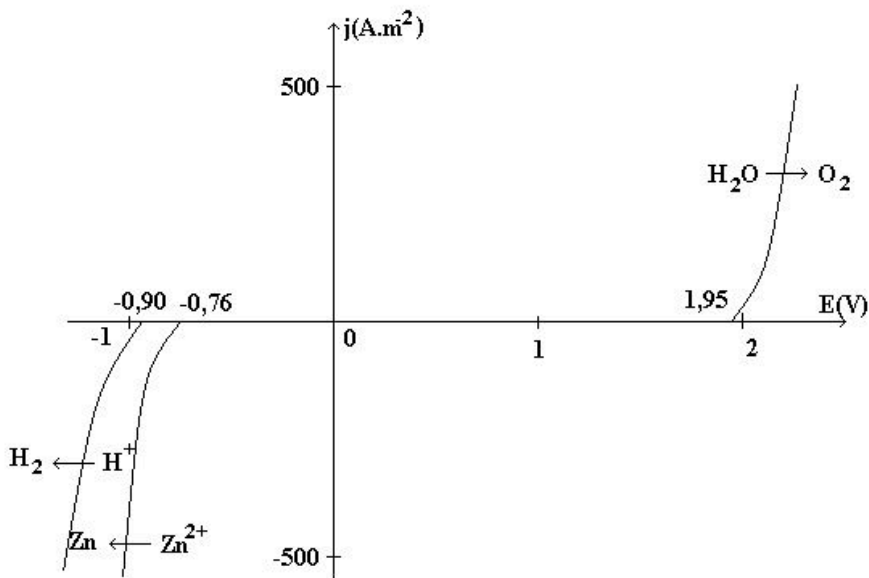

Figure 6 : courbes intensité-potential pour l'eau et les ions zinc
- 17-** A l'aide la figure 6 donner l'équation d'électrolyse qui a réellement lieu. A quoi sont dus ces changements ? Si on impose une densité de courant de  $500 \text{ A.m}^{-2}$ , quelle devrait être la différence de potentiel appliquée aux bornes des électrodes ?